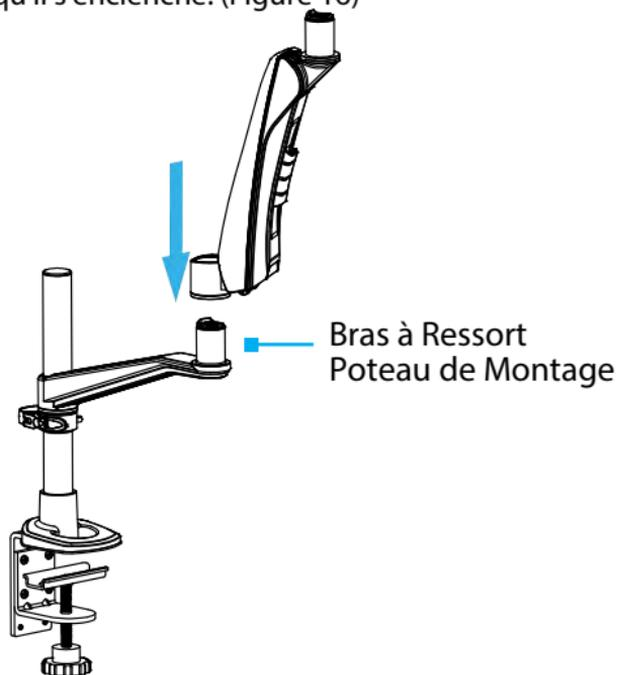

Figure 16
5. Faites glisser le **Bras à Ressort** sur le **Bras à Ressort**, le **Poteau de Montage** jusqu'à ce qu'il s'enclenche. (Figure 16)